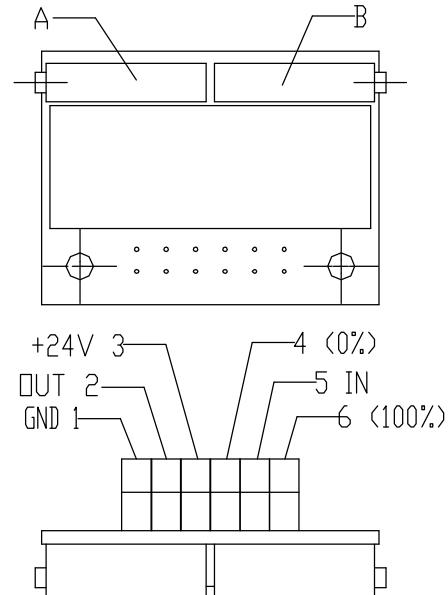

Рис.7
#### 4.3.2 EPV - 3-проводниковое включение (рис.7)
- Установите датчик сопротивления на основании инструкций в предыдущей главе так, что величину сопротивления измеряйте на клеммах 0%-100% (рис.7) (употреблен датчик с сопротивлением 2000 $\Omega$  или 100 $\Omega$ ).
- Поворачиванием устанавливающегося триммера А (рис.7) установите мин. величину выходного сигнала тока для положения "закрыто", измеряемого на клеммах 81-82.
- Поворачиванием устанавливающегося триммера В (рис.7) установите макс. величину выходного сигнала для положения "закрыто" измеряемого на клеммах 81-82.